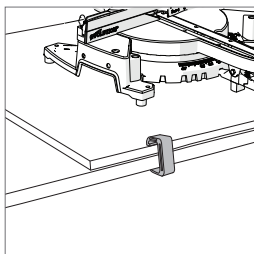

Fig. 2
- Utilizzare morse G per il fissaggio del pannello di montaggio sul piano di lavoro. **(Fig. 2)**